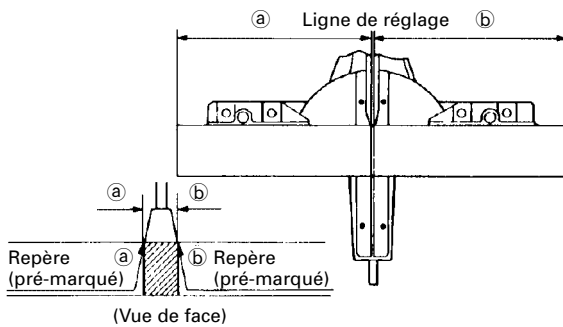

Fig. 19
- (1) Comme indiqué à la Fig. 19, la largeur de la lame est la largeur de coupe. En conséquence, glisser la pièce vers la droite (vue de la position de l'opérateur) pour obtenir la longueur **b**, et sur la gauche pour obtenir la longueur **a**.
- (2) Quand la lame a atteint sa vitesse maximale, abaisser doucement la poignée jusqu'à ce que la lame approche de la pièce.
- (3) Quand la lame touche la pièce, appuyer progressivement sur la poignée pour couper la pièce.
- (4) Quand la pièce est coupée à la longueur voulue, mettre l'outil électrique hors tension et attendre que la lame soit complètement arrêtée avant de relever la poignée en position complètement rentrée.